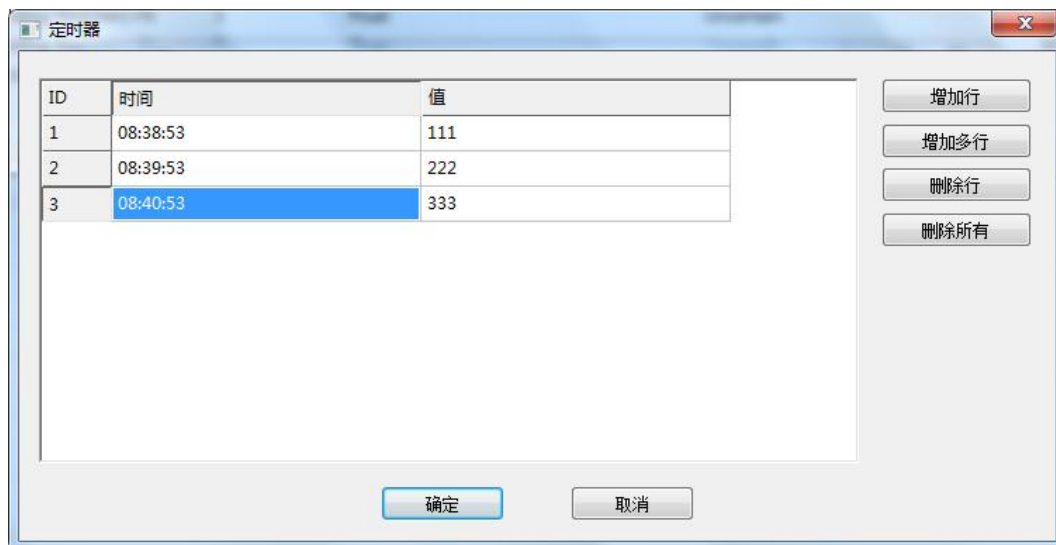

图 3-15-7 “定时器” 编辑对话框
4) **时间、值:** 点击“周一...”可进入周一的定时器设定;网关的当前时间到达设定的时间后,会将设定的值写入定时组的变量中。如图 3-15-7 所示。